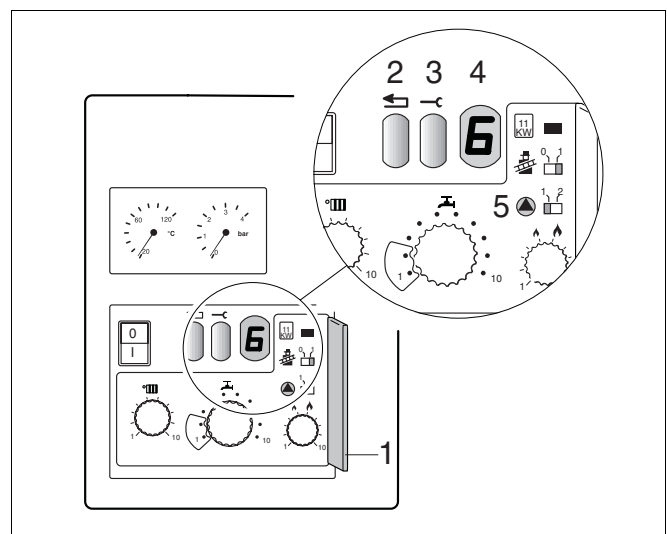

Abb. 9 2. Bedienebene
- Abdeckung der 2. Bedienebene öffnen (Abb. 9, Pos. 1).
- Schalter  auf Stellung "2" (Pumpennachlaufzeit 24 h) stellen (Abb. 9, Pos. 5).